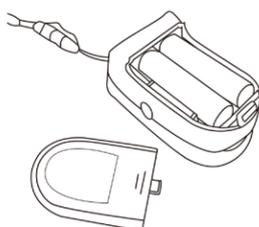

Figura 2: Instalación de baterías
- Paso 1. Inserte las dos pilas de tamaño AAA en la dirección correcta (consulte la Figura 2).